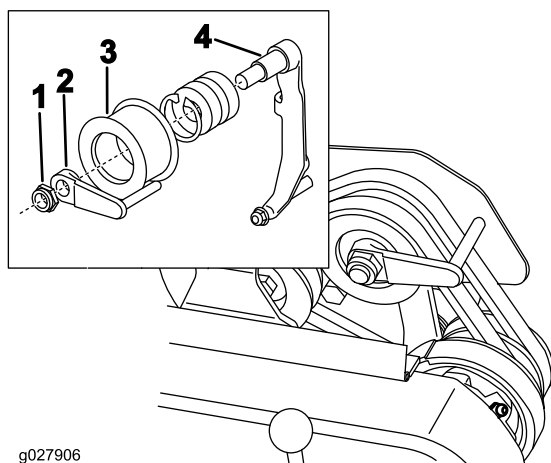

図 41
8. エンジンを使わずに、楽に機体を押したり引いたりすることができるように、ベルトガイド 図 41 挿入図を以下のように調整しておきます